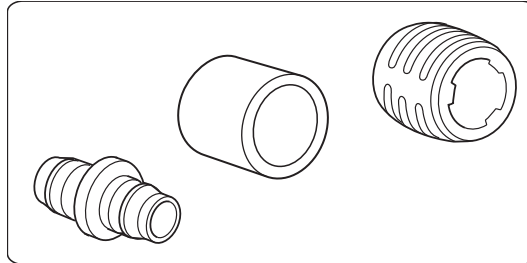

Fig. 1. Fiting și manșon Q&E
1. Selectați fittingul, inelul/inelele și capul cleștelui de lărgire corespunzătoare, consultați Fig. 1 și tabelul de la pagina 4.